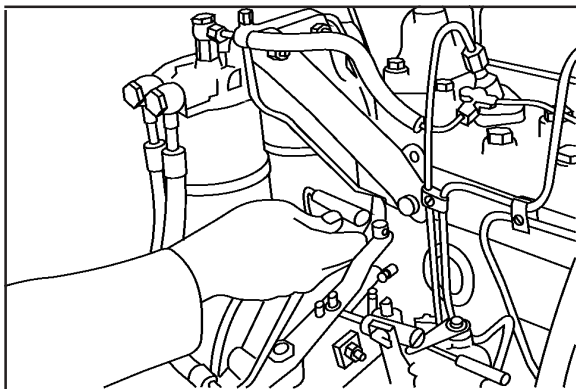

FIG 2
7. Solte a mola do acelerador da bomba injetora, **Fig. 2**.